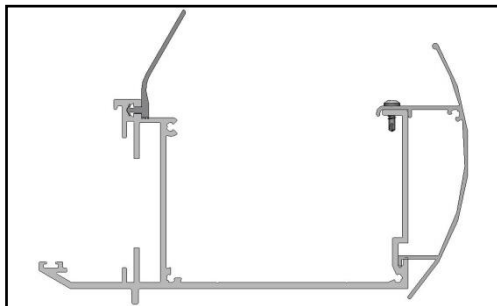

Abbildung 2, Anbringen der Zierleiste und des Gummis
4. Haken Sie die Zierleiste in das Profil der Rinne ein und verschrauben Sie diese an mehreren Stellen mit Bohrschrauben 4,2x13 mm (Abb. 2).
5. Drücken Sie das Abschlussgummi in die Rinne (Abb. 2).